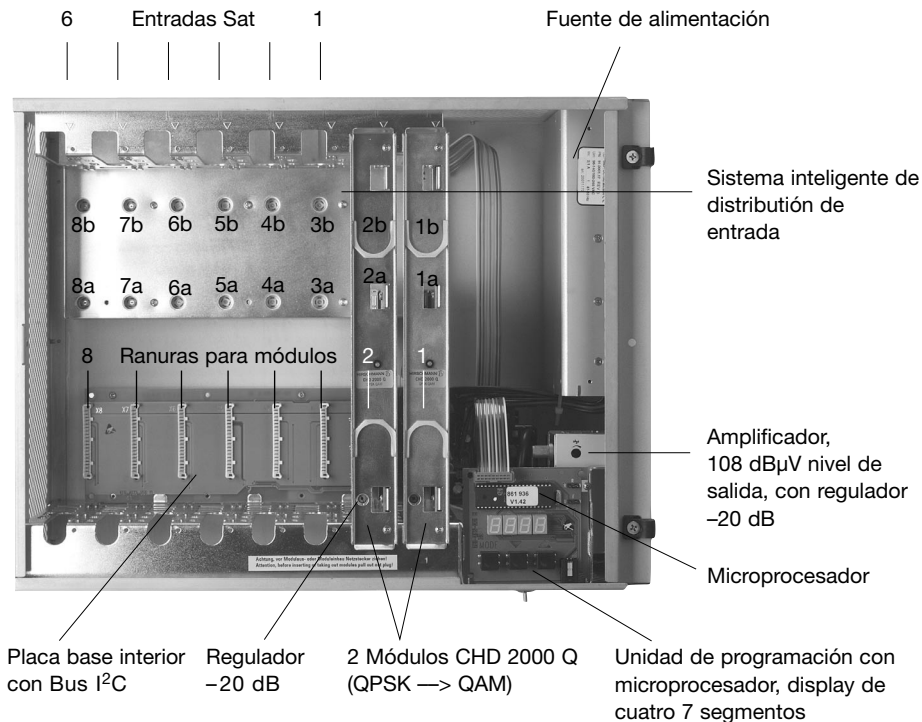

Fig. 1: Interior de la unidad base CSE 2000 con 2 módulos DVB insertados
El sistema de distribución de entrada pone a disposición de cada ranura para módulos dos salidas SAT, ver Fig. 1.
- Si necesita una tensión para alimentar uno o varios LNBs, pues tenga en cuenta, que tan solo se pueden telealimentar a través de las entradas SAT 1, 3, 5 y 6. La numeración de las entradas SAT está visible desde el frontal de la unidad base y el la fig. 1.